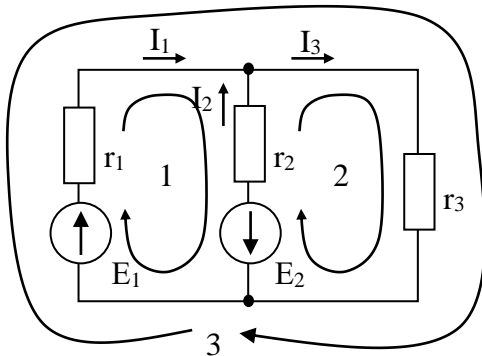

Рис. 2.10. Электрическая цепь для пояснения II закона Кирхгофа
Замкнутый путь, проходящий по нескольким ветвям, называется **контуром** электрической цепи. Например, в цепи, приведенной на рис. 2.10 можно мысленно провести три контура. Направления обхода любого контура выбираются произвольно.
5. Поясните второй закон Кирхгофа на примере второго контура цепи, приведенной на рис. 2.10.